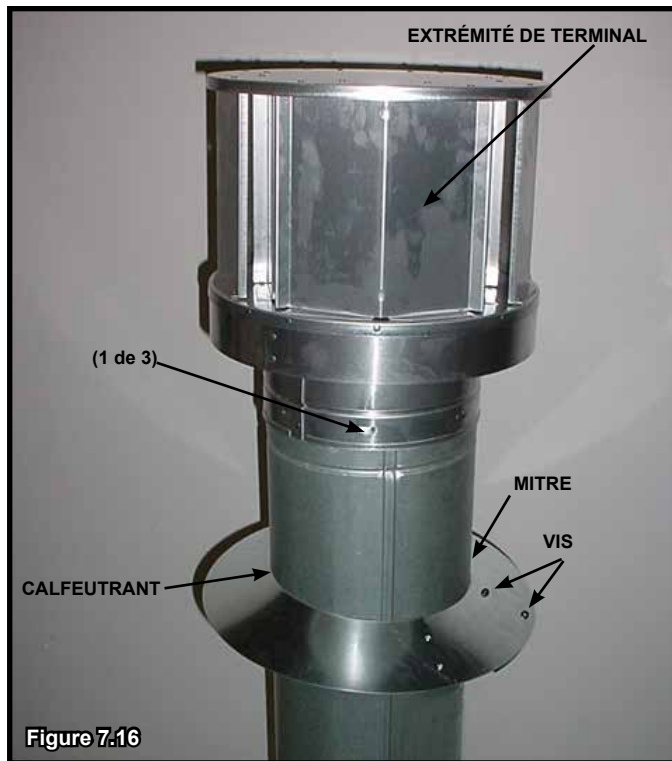

Figure 7.16
- Appliquez du calfeutrant autour de la partie supérieure de la mitre (voir figure 7.16).
- Attachez l'extrémité en introduisant les trois vis autotaraudeuses (fournies) dans les trous de guidage du col extérieur, jusqu'à l'extérieur de la cheminée du conduit (voir figure 7.16).